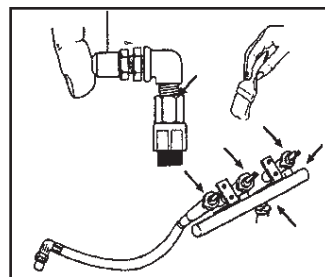

Fig. 6
**PRECAUCIÓN: MANTENGA LOS TUBOS DE VENTURI | LIMPIADOS. LA OBSTRUCCIÓN CAUSADA POR ARAÑAS, LOS INSECTOS Y LOS NIDOS PUEDEN CAUSAR UN FUEGO DE ESCENA RETROSPECTIVA. (FIG. 6)**